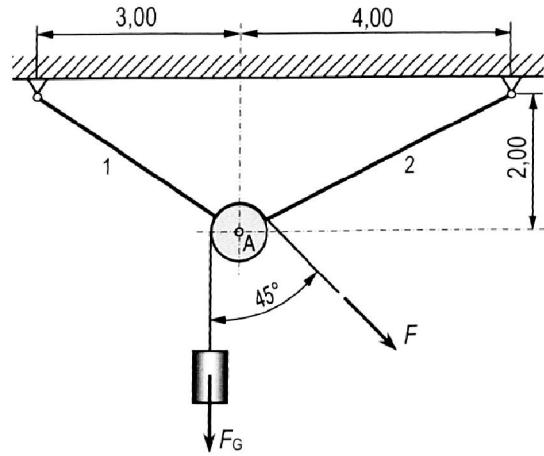

Bild 3.19: Ladevorrichtung
- Man bestimme die Kräfte in den Stäben 1 und 2 der in **Bild 3.19** skizzierten Ladevorrichtung ($F_G = 4,5 \text{ kN}$). Wie groß ist die Kraft F_A , die die Rolle auf ihr Lager ausübt?